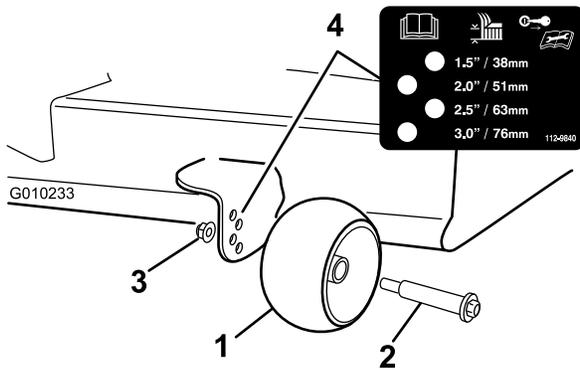

Figure 29
3. Réglez les galets anti-scalp comme montré à la Figure 29, à la position correspondant le mieux à la position de hauteur de coupe.